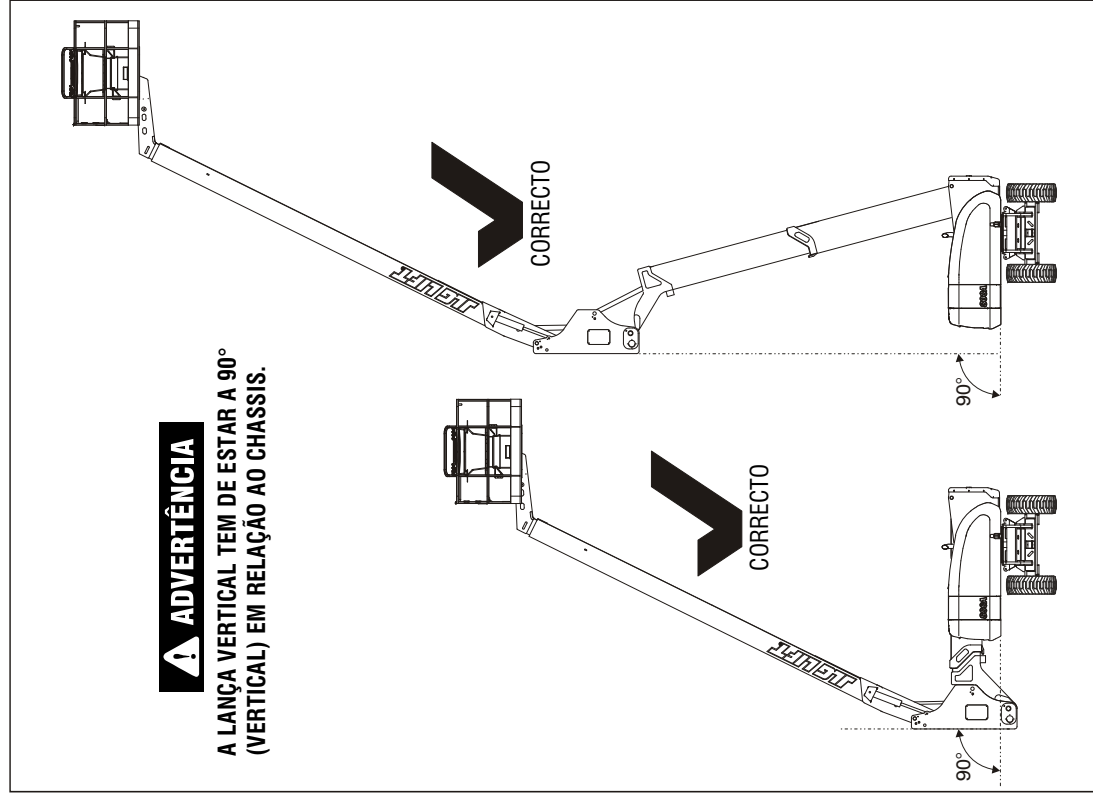
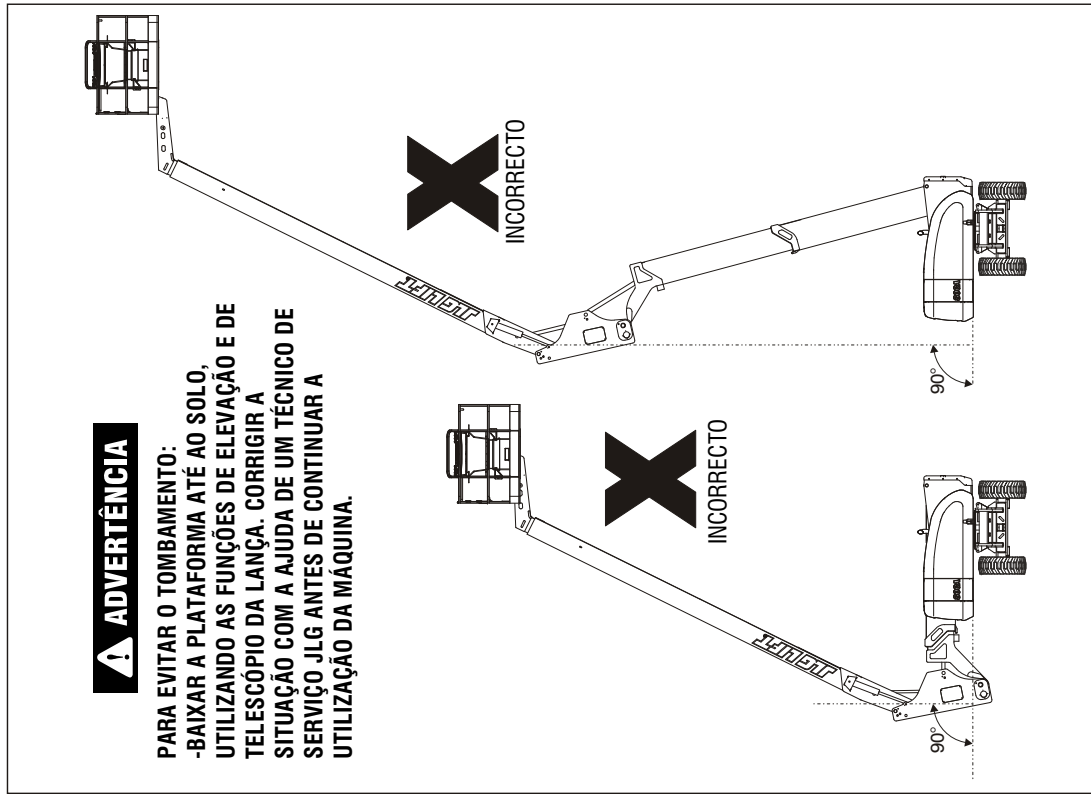

Figura 2-9. Posicionamento da lança na vertical - Correcto
Figura 2-10. Posicionamento da lança na vertical - Incorreto
- 43. Vertical** - Na posição vertical em relação ao chassis. Ver Figura 2-9. e Figura 2-10. Em caso de desalinhamento, não utilizar a máquina até que a posição vertical tenha sido sincronizada, de acordo com o Capítulo 4.16.
- c. Elevar a lança da base da torre a cerca de 40 graus e, em seguida, baixar a lança da torre até à sua posição horizontal. Ao elevar e baixar a lança da torre, observar a posição do componente vertical. Garantir que o componente permanece na vertical em relação ao chassis. Consultar Figura 2-9. e Figura 2-10.